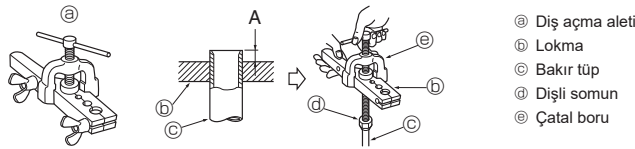

Fig. 5-5
5.3.4. Diş açma işlemi (Fig. 5-5)